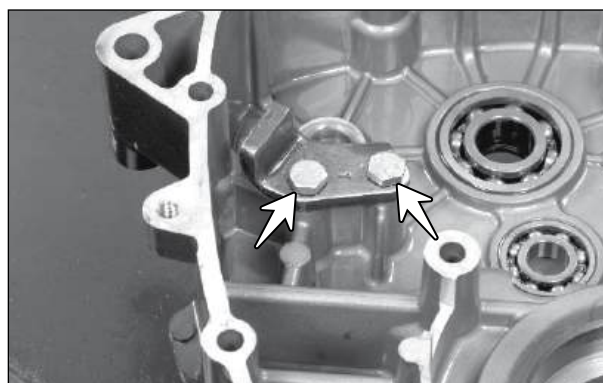

Fig. 3.141
- Remova os parafusos M6x16 (setas) da catraca elevadora e remova-a. (Fig. 3.141)